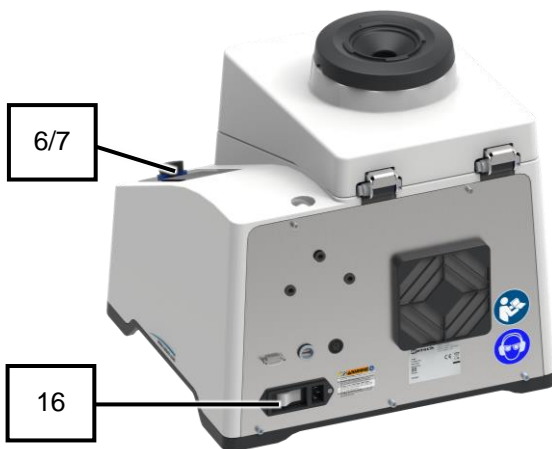

Abb. 10: Gerät einschalten
2. Gerät mit dem Hauptschalter (16) auf der Geräterückseite einschalten (Abb. 10).
- Touchdisplay (6) wird aktiviert und der Hintergrund des Steuerrades (7) leuchtet kurz blau.